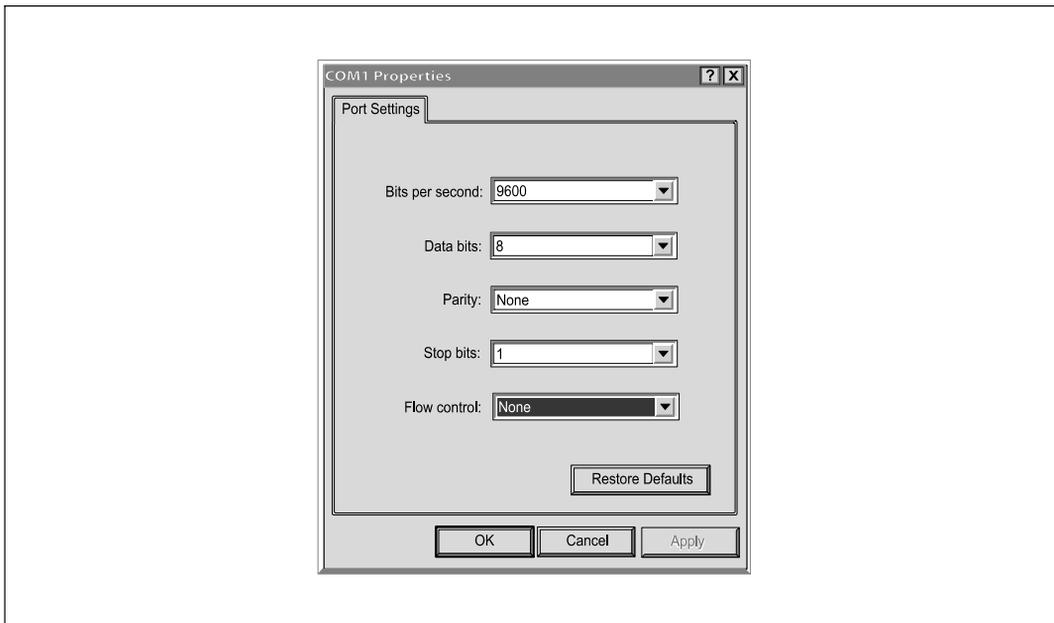

Abbildung 6. Konfigurieren der Anschlusseinstellungen
- 4 Wählen Sie für die serielle Schnittstelle die Einstellungen **9600 Baud, 8 Datenbits, Keine Parität, 1 Stop-Bit, keine Datenflusskontrolle** (siehe Abbildung 6).